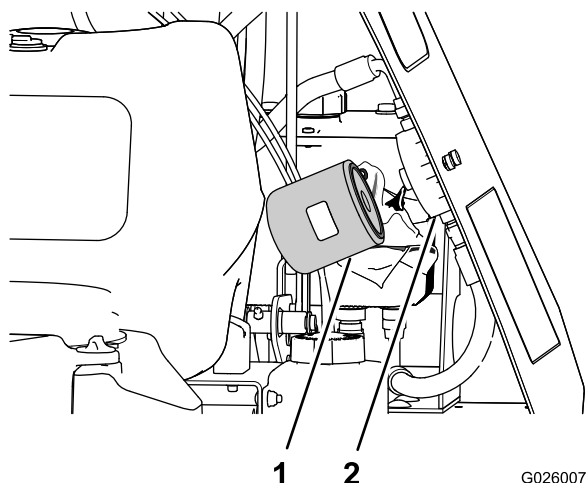

Figure 57
5. Tournez le filtre à huile hydraulique auxiliaire dans le sens horaire et déposez-le de la base de l'adaptateur (Figure 57).
7. Posez le filtre en le tournant dans le sens horaire sur l'adaptateur jusqu'à ce que le joint rejoigne l'adaptateur, puis serrez encore le filtre de 2/3 à 3/4 de tour (Figure 57).